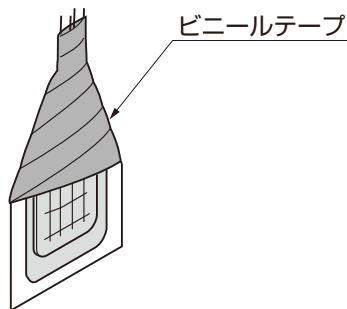

図4-5
- ⑥レジン袋の上端をビニールテープで巻いて樹脂が硬化するまで動かさないようにしてください。(図4-5参照)